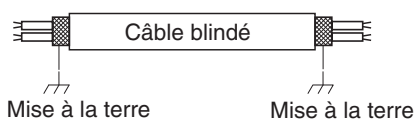

Fig. 4-6
- (5) Utilisez des fils blindés pour le câblage de commande entre unités (c), et mettez à la terre le blindage des deux côtés, sinon des parasites peuvent affecter le fonctionnement. (Fig. 4-6)